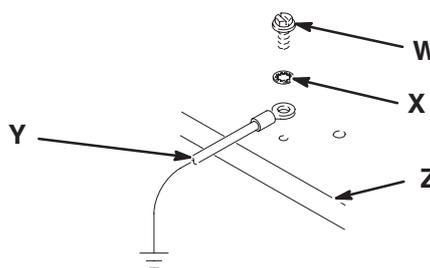

Fig. 1
1. *Bomba*: desenrosque el tornillo de conexión a tierra verde (W) y la arandela (X), situada en la base del ram (Z). Instale un cable de conexión a tierra (Y) de 1,5 mm² como mínimo y sujételo con el tornillo y la arandela. Conecte el otro extremo del cable a una tierra verdadera. Vea la Fig. 1.